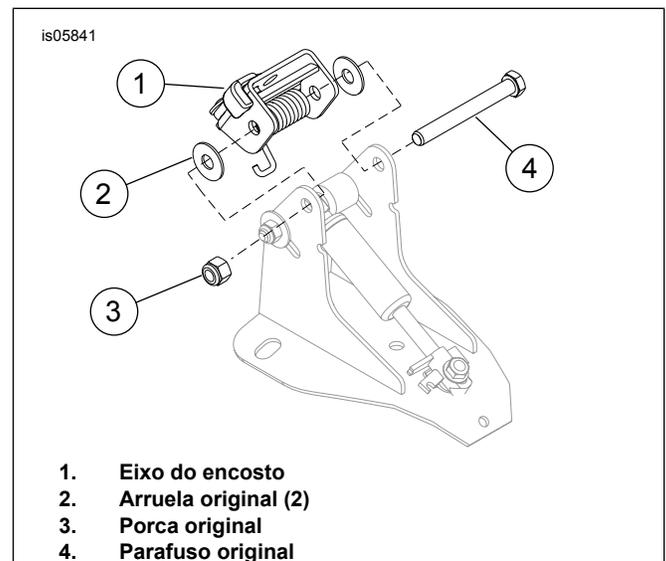
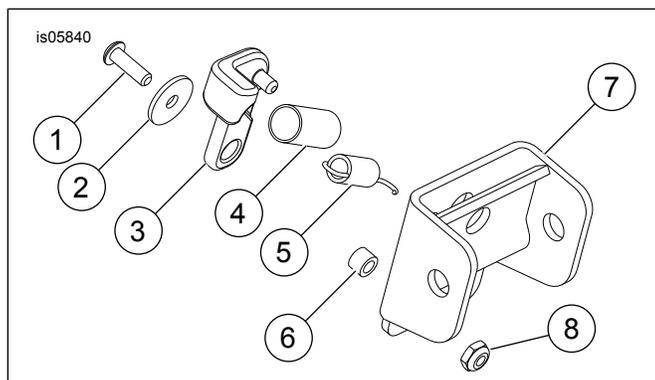

Figura 1. Instalação do eixo do encosto
Figura 2. Peças de reposição: Kit de reparo do eixo
Veja Figura 2 e Tabela 1.
2. Veja Figura 1. Remova a porca (3). Guarde para a instalação.
3. Observe a orientação da mola e remova o parafuso (4) e arruelas (2). Guarde para a instalação.
4. Remova o eixo do encosto (1).
1. Veja Figura 1. Instale o novo eixo do encosto (1) do kit.
2. Instale o parafuso (4) no suporte do encosto e no eixo do encosto, certificando-se de que a mola foi instalada corretamente e as duas arruelas (2) estão inseridas entre o suporte do encosto e o eixo do encosto.
3. Instale a porca (3). Aperte até as roscas do parafuso serem expostas.
4. Veja Figura 2. Pressione a alavanca de liberação (3) e verifique se o eixo gira livremente.